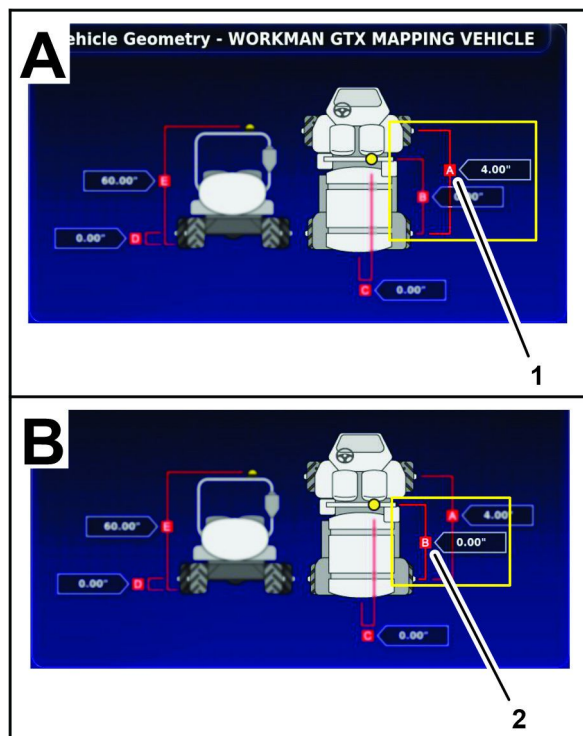

図 181
1. ローバーとして使用する車両の前後の車軸間距離を車両の中心線上で測定 図 181 し、以下の用紙に書き込む。
2. 後アクスルの車両の中心線位置から受信機の中心までの距離を測定 図 181 し、用紙に書き込む。